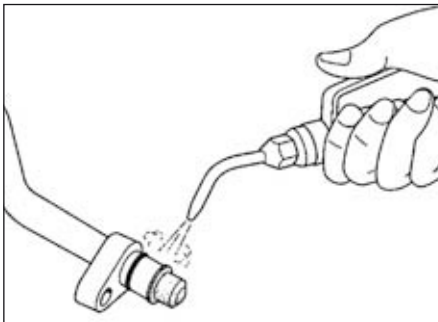

FIG.50
- Souffler à l'aide d'un pistolet à air comprimé sur la surface et les joints des tuyaux de liaison (Fig.50).